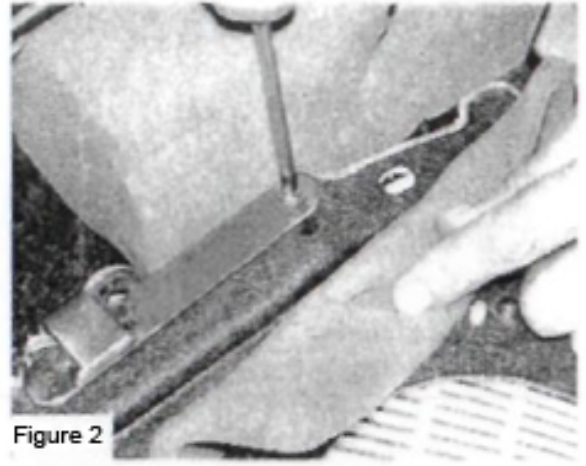

Figure 2
- Bild 2: Lösen Sie die beiden Blechschrauben von der Innenseite der hinteren Seitenverkleidung und schrauben die Bohrschablone mit diesen Blechschrauben an die Seitenverkleidung an. Achtung: Bitte schneiden Sie die in die Bohrbereiche hinausragenden Türverkleidungsmaterialien analog zur Bohrschablone weg, damit diese auf der Plastikinnenseite anliegt.
- Figure 2: Loosen the two self-tapping screws from the inside of the rear side panel and screw on the drilling template to the side panel using these self-tapping screws. Attention: Please cut off the door trim materials protruding into the drilling ranges as per the drilling template, so that the template makes contact on the plastic interior.